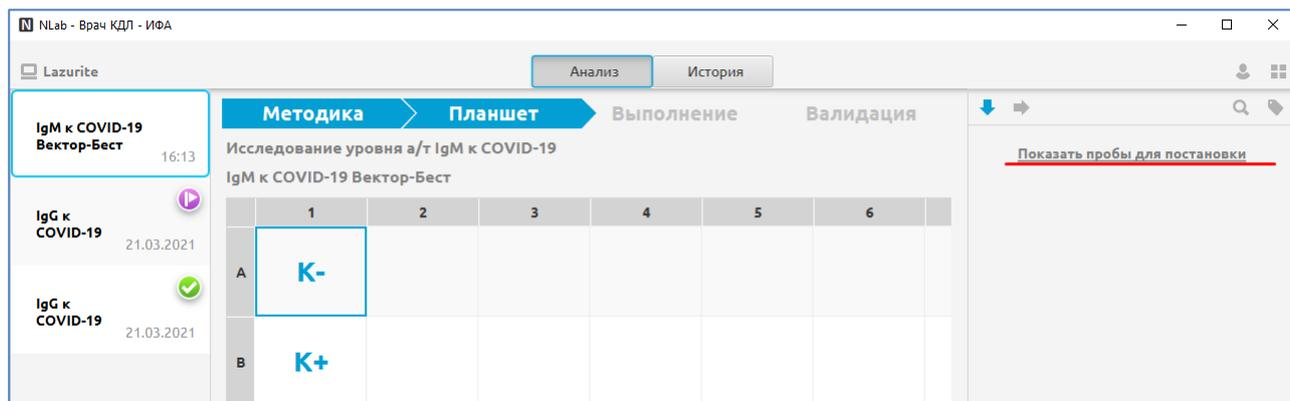

Рис. 86
В левой вертикальной панели появится плашка с информацией о планшете (для какой услуги и методики он готовится), в средней части отобразится таблица на 96 ячеек (Рис. 86).
3. Нажмите надпись «Показать пробы для постановки» (Рис. 86).